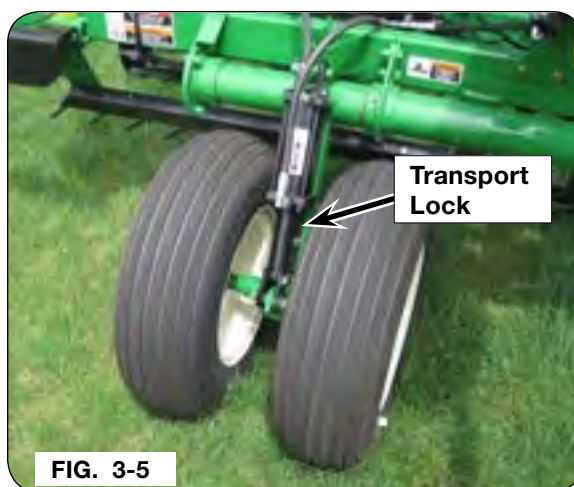

FIG. 3-5
- INSTALL HYDRAULIC CYLINDER TRANSPORT LOCKS BEFORE TRANSPORTING (FIG. 3-5).